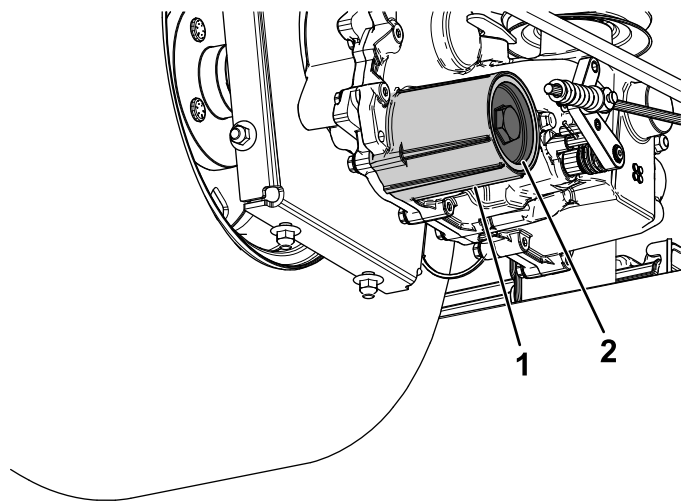

Figura 67
7. Îndepărtați capacul filtrului pentru ulei hidraulic de pe transmisie, pentru a scurge uleiul (Figura 67).